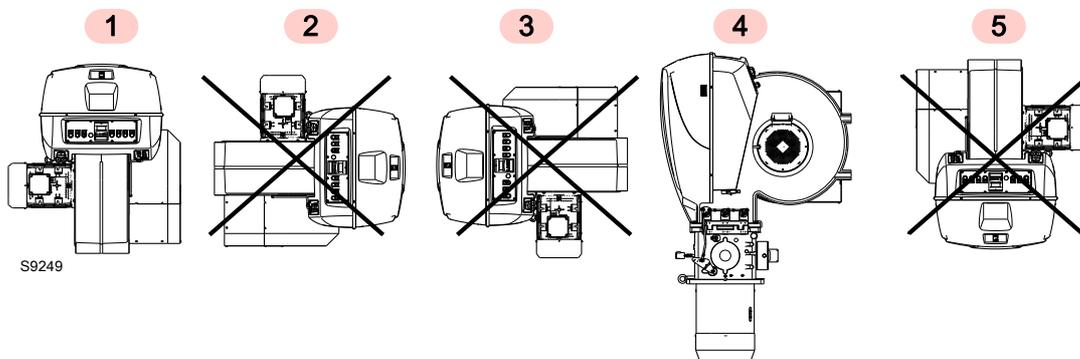

图 11
- ▶ 燃烧器设计为仅能安装在位置 1 和 4 (图 11)。